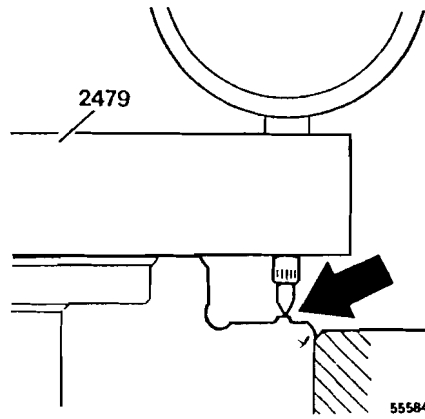
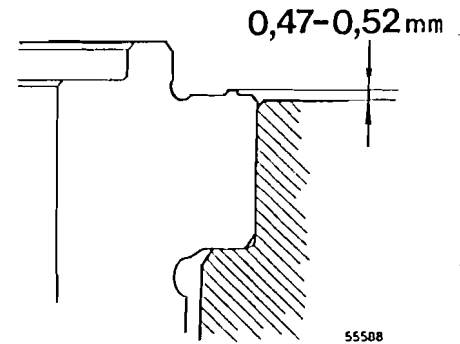

Fig. 102
Fig. 103
- 29 Poner ahora la punta del comprobador sobre el borde de la camisa y leer la altura de ésta sobre el plano del bloque, véase fig. 102. Esta medición debe hacerse en varios puntos de la camisa. Véase en la fig. 103 la altura correcta de la camisa sobre el plano del bloque.